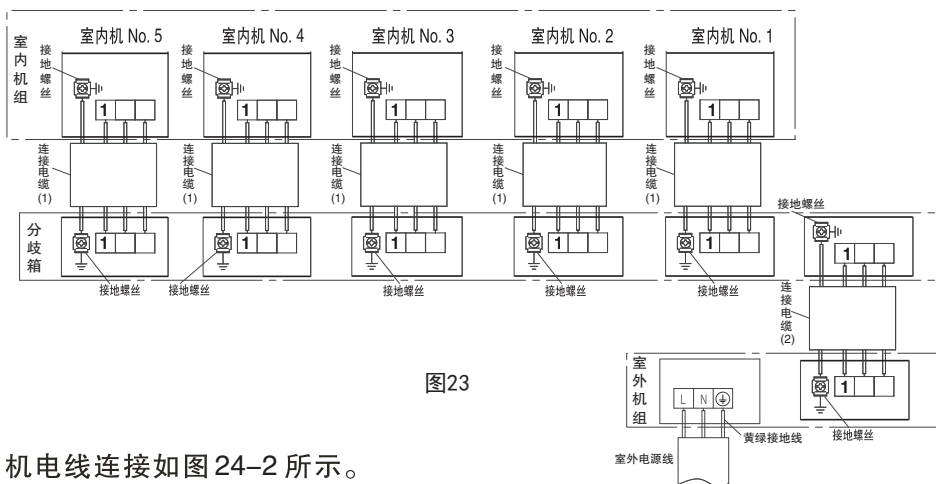

图23
- (1) 连接电缆按接线图要求正确地连接室内外机组和分歧箱，绝对不可连接错误(如图23)。
- (2) 连接电缆必须用室内外机组和分歧箱上的附属电线压板压紧。